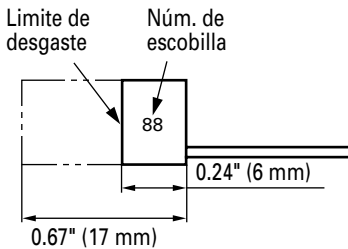

Fig. 6
3. Inspeccionar los carbones de contacto (Fig. 6)
- Utilice las escobillas HITACHI Núm. 88 indicadas en la Fig. 6.